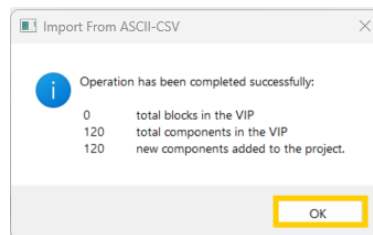

Figure 68. Fenêtre d'information "Operation has been completed successfully"
- ✓ Cliquez sur OK à toutes les éventuelles nouvelles fenêtres d'information ouvertes, jusqu'à l'obtention du message : Operation has been completed successfully (Figure 68).